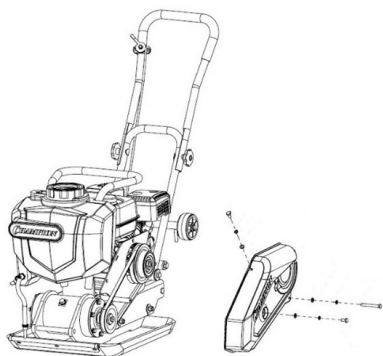

Рис. 23. Проверка состояния ремня
1. Открутите болты крепления и снимите кожух защитный ремней, чтобы получить доступ к ремням (Рис. 23).